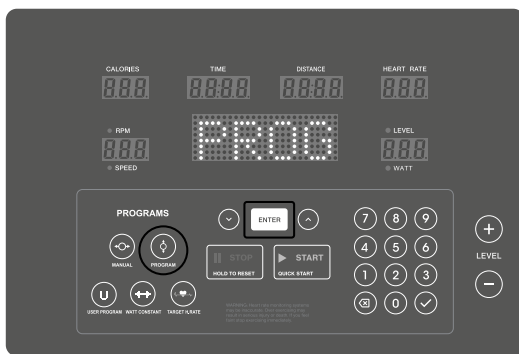

Abb. 7
1. Wählen Sie PROGRAM (Abbildung 7).